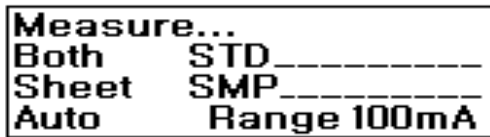

Fig. 4
* 측정하고자 하는 Wafer 를 stage 의 중앙에 위치시키고, Vacuum 을 사용한다면 Vacuum key 를 눌러서 Wafer를 stage에 고정시킨다. Measure Key를 눌러서 측정을 하면 Probe 가 Wafer 와 접촉을 하게 되고, LCD 창에는 Fig. 4 와 같은 메시지를 보여준다. 측정이 끝나게 되면 LCD 화면에 Fig. 5와 같이 측정결과를 보여준다.